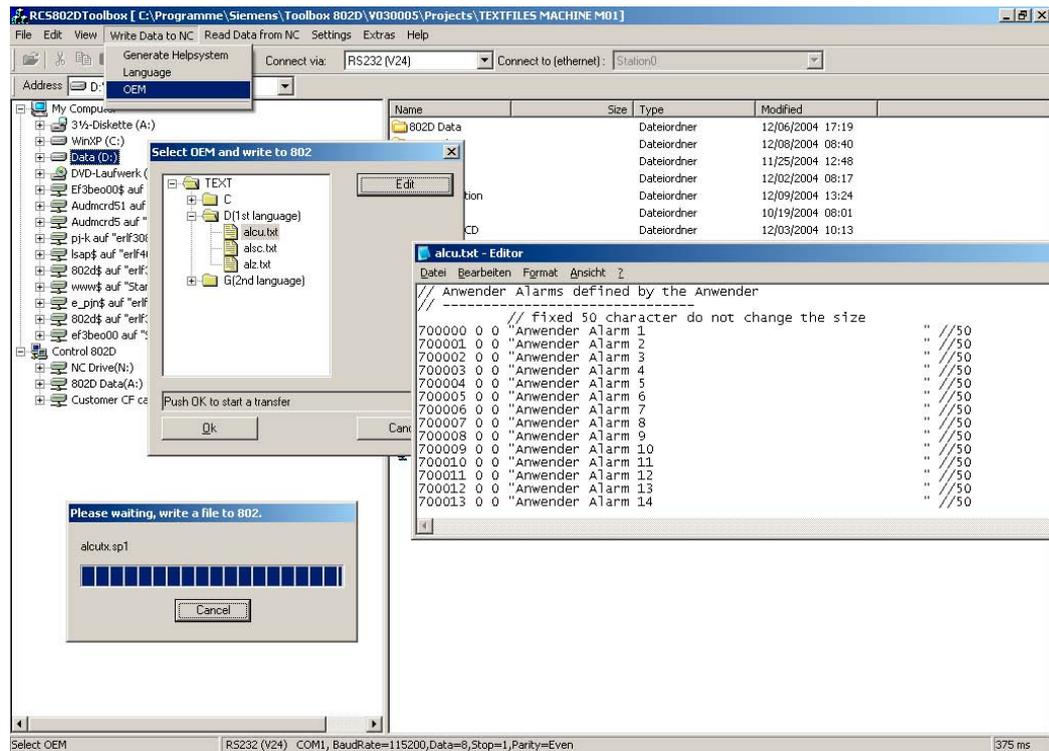

Fig. 9-4 Trasmissione degli allarmi utente nel controllo
- Nella barra di menu si possono elaborare tramite **Write Data to cn** le funzioni già note sotto **Extras > Toolbox Manager >** quali **Language** (selezione lingua 1. e 2. lingua), **sistema di help** (file di testo per l'help) e **OEM** (file di testo per cicli e allarmi). Vedere le fig. 9-4 e 9-5.